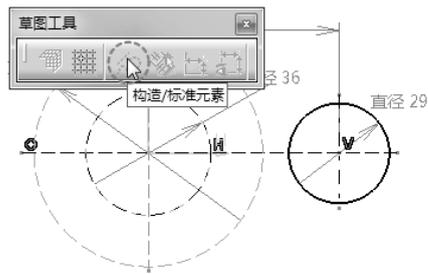

图 5-131
- 选择左侧的两个同心圆，然后将其转换成构造线，如图 5-131 所示。